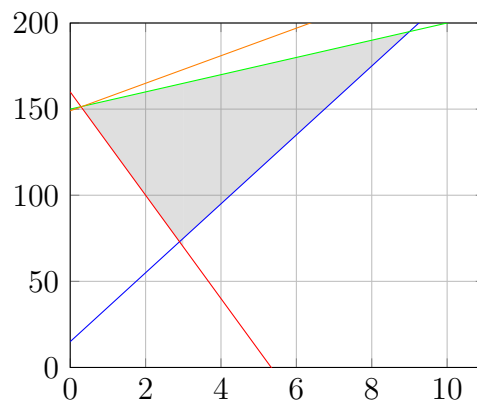

Figura 12: Função objetivo com  $z = 149$
Na figura 12, a função objetivo atingiu o maior valor possível dentro do conjunto das soluções viáveis, de modo que um incremento nesse valor tornaria impossível atingi-lo sem desrespeitar as restrições impostas. Com isso, conclui-se que a função objetivo maximizada atinge aproximadamente esse valor.
- Solução em ponto extremo: São soluções formadas por intercessões. Se observamos a Figura 12, veremos extremos viáveis (dentro do limite das restrições, ou seja, nas bordas da região escura) e inviáveis (fora do escopo das restrições na parte branca externa a da região escurecida).